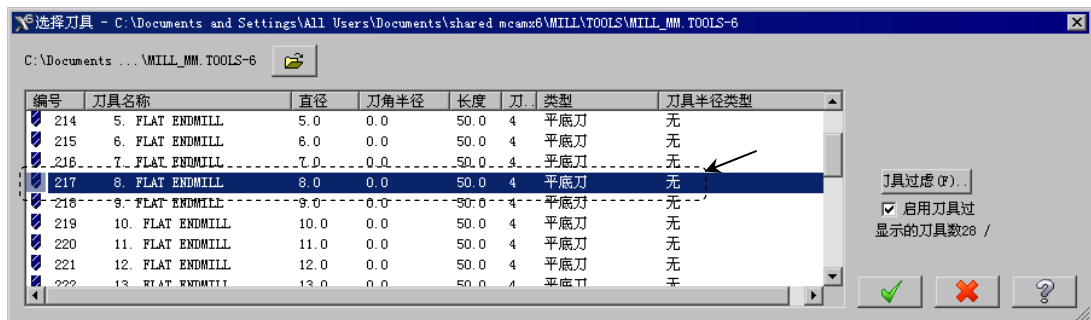

图 17.36 “选择刀具”对话框
Step4. 选择刀具。在“曲面精加工浅平面”对话框中，单击 **选择刀具...** 按钮，系统弹出图 17.36 所示的“选择刀具”对话框，在该对话框的列表框中选择图 17.36 所示的刀具。单击 **✓** 按钮，关闭“选择刀具”对话框，系统返回至“曲面精加工浅平面”对话框。